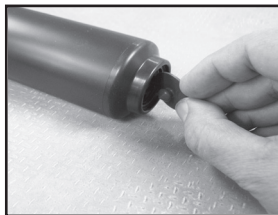

Figura 9
4. Inspeccione la válvula de retención en el fondo del cilindro. Si está gastada o dañada, sáquela y reemplácela presionando en el orificio en el fondo del cilindro. **(Vea la Figura 9)**